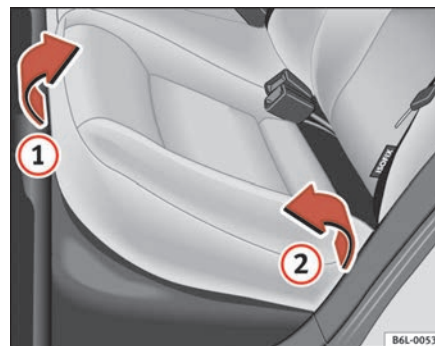
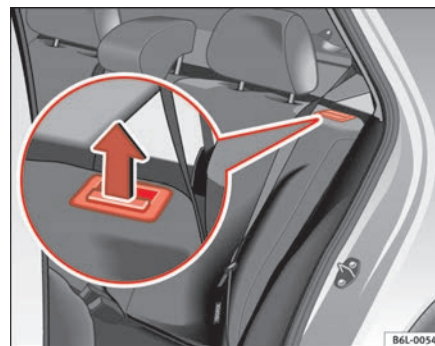

Fig. 77 Levantar el cojín del asiento trasero
Fig. 78 Tecla de desbloqueo del respaldo trasero ►
- Tire del borde delantero del cojín del asiento ⇒ **página 118, fig. 77** ① hacia arriba en la dirección de la flecha.
- Levante el cojín ② hacia delante en la dirección de la flecha.
- Tire de la tecla de desbloqueo ⇒ **página 118, fig. 78** en la dirección de la flecha y abata el respaldo hacia delante.